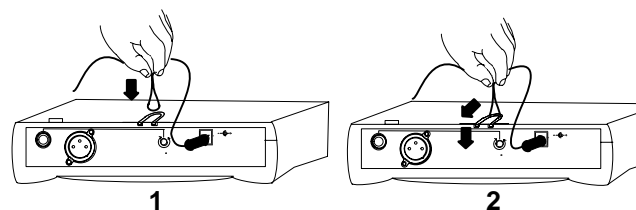

FIGURA 7. RETENTOR DE CABO DE ENERGIA
1. Ligue uma extremidade do adaptador de energia AC ao conector de DC INPUT (ENTRADA DC) na parte posterior do receptor. **T4N:** Enrole o cabo de energia ao redor do retentor de cabo no fundo do receptor. Veja a Figura 7. Ligue a outra extremidade em uma fonte de energia AC (use PS20 para energia de 105–125 VAC, 60 Hz; use PS20E ou PS20UK para energia de 230 VAC, 50 Hz). A luz verde de POWER (ENERGIA) no receptor acenderá.